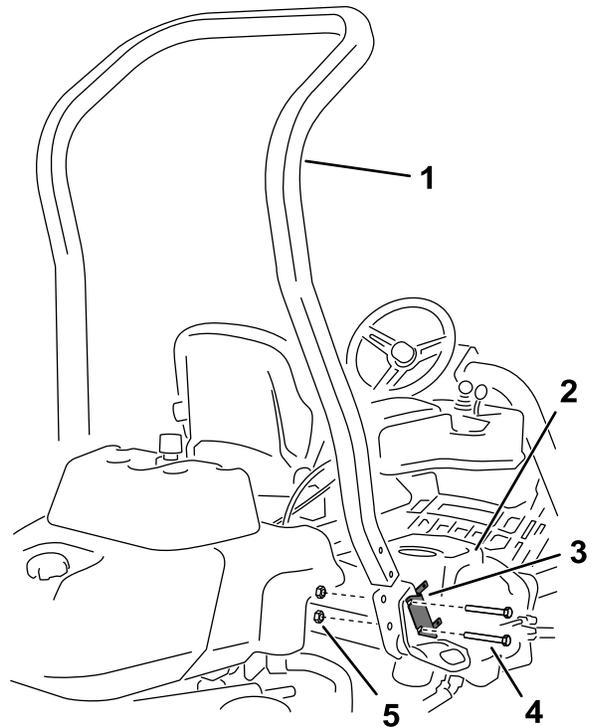

Рисунок 3
4. Отверните 2 болта, которые крепят кронштейн блока предохранителей к гнезду конструкции защиты оператора при опрокидывании машины (ROPS), как показано на Рисунок 3.